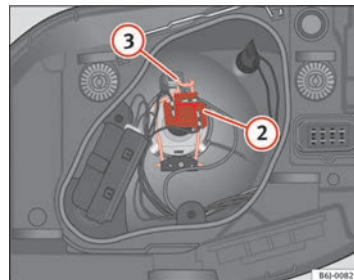

Fig. 144 Luz de cruce/carretera faro simple
- Extraiga el conector ⇒ página 236, fig. 144 ② de la lámpara.
- Desenganche el resorte retentor ⇒ página 236, fig. 144 ③ presionándolo hacia dentro y a la derecha.